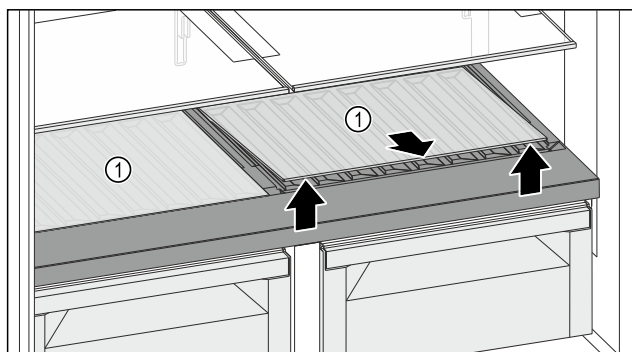

Fig. 125
- Jedną lub obydwie płyty szklane Fig. 125 (1) podnieść z przodu przy zagłębieniu i wyciągnąć.
- Przechować płytę(y) szklaną(e) Fig. 125 (1) w bezpiecznym miejscu poza urządzeniem.